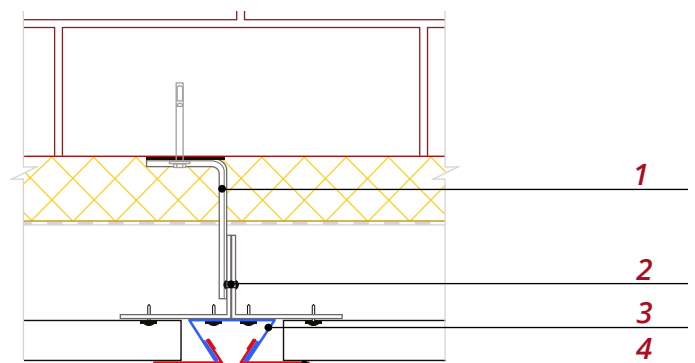

Рис. 15
- Закрепите на кронштейне **1**, находящемся на месте стыка, два крепежных профиля **2** (рис. 15).